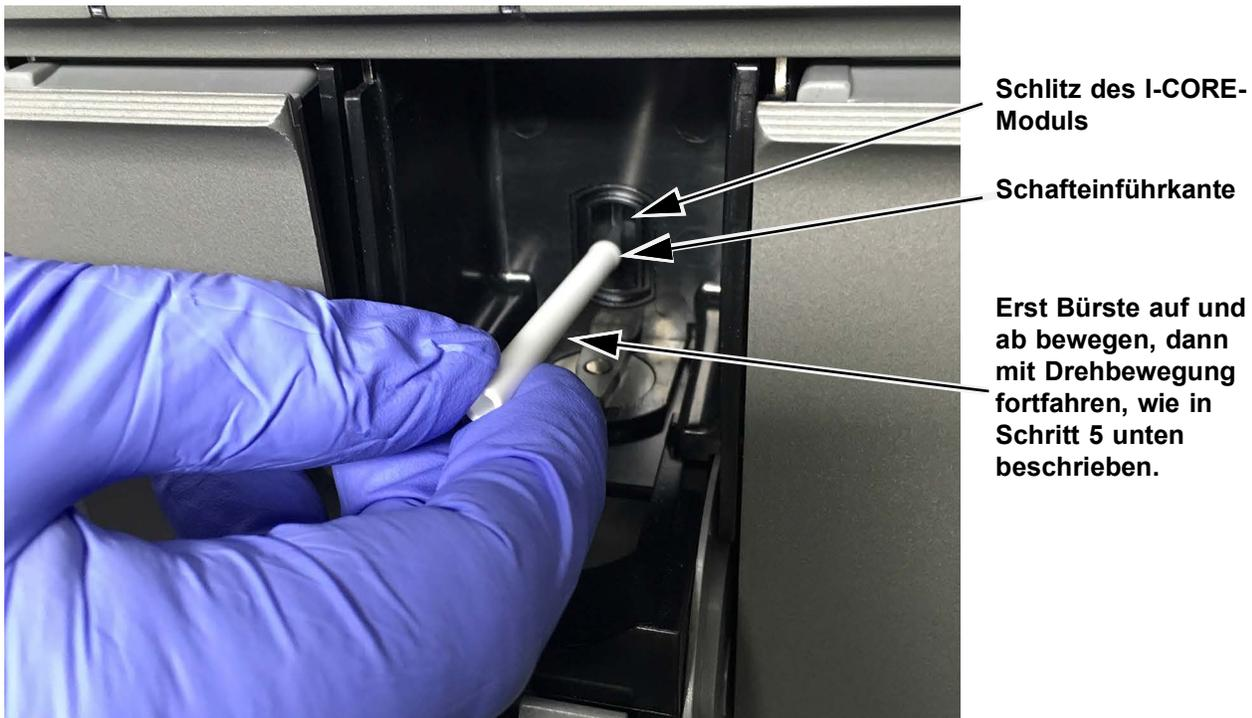

Abbildung 9-7. Einführen der Reinigungsbürste in den Schlitz des I-CORE-Moduls
- Nachdem Sie die Einweghandschuhe angezogen haben, führen Sie die Bürste leicht schräg bis zur Schaft-einführkante in den Schlitz des I-CORE-Moduls ein (siehe Abbildung 9-7).